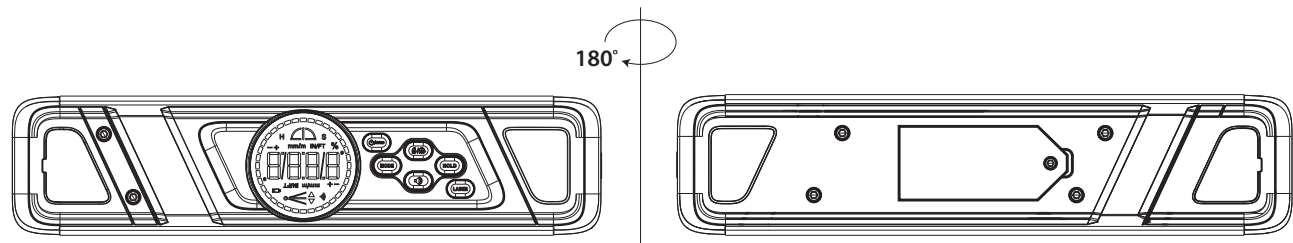

Рис. 3
- Нажмите кнопку (1), чтобы выключить прибор. Поместите прибор на ровную поверхность. Нажмите и удерживайте кнопку (3) в течение 2 секунд, затем нажмите кнопку (1), пока на дисплее (8) не появится надпись **CAL1**.
- Не перемещая прибор, нажмите кнопку (3). Надпись **CAL1** начнет мигать, а затем превратится в **CAL2**.
- Поверните прибор на 180°, а затем нажмите кнопку (3). Надпись **CAL2** начнет мигать. Когда надпись **CAL2** превратится в **CAL3**, горизонтальная калибровка будет завершена (рис. 3).